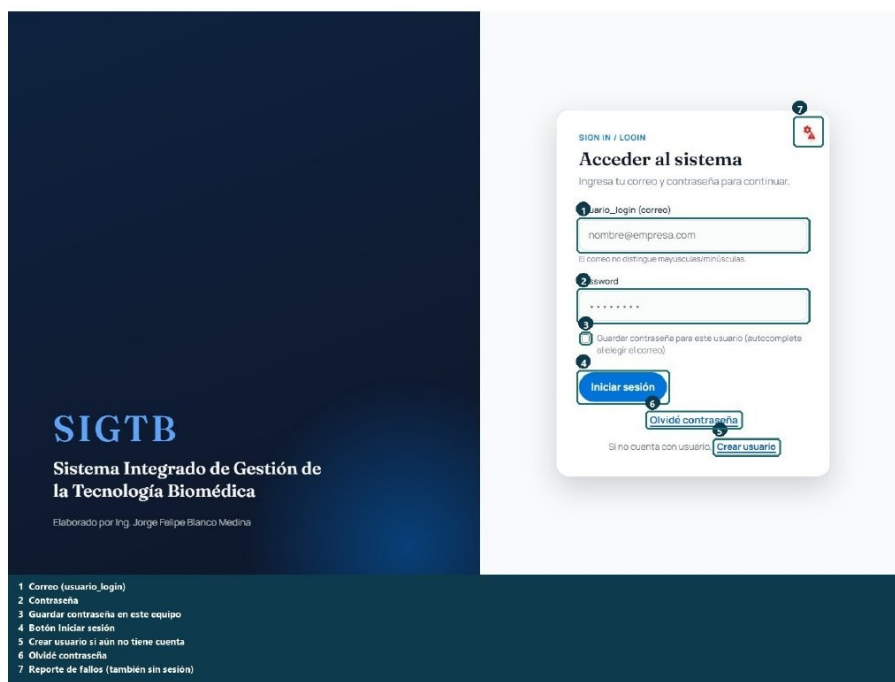

Figura 1. Pantalla de acceso. Los números de la franja inferior señalan cada control.
- 1 En la pantalla Acceder al sistema, pulse Crear usuario (señal 5 de la figura 1).